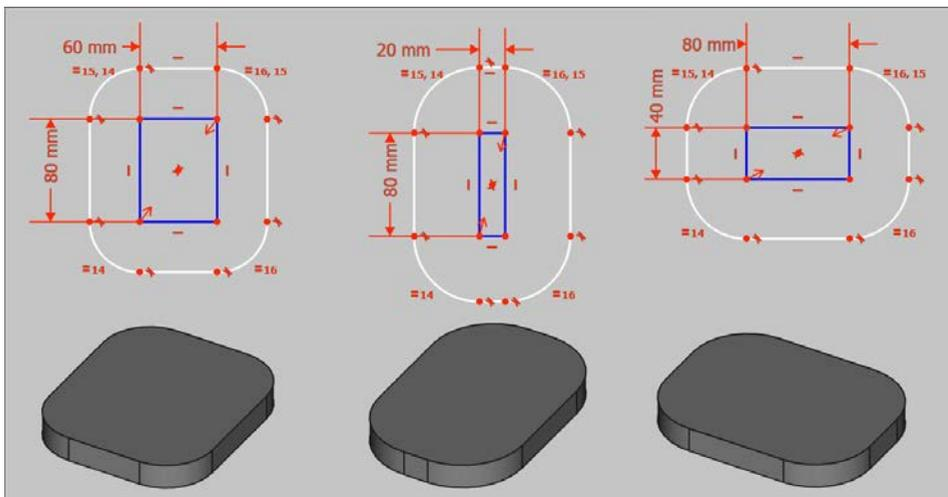

Abbildung 4.13: Skizzen mit Hilfskonstruktionen
- Umschalten der Hilfsgeometrie:** Mit diesem Werkzeug schaltet man auf das Skizzieren mit Hilfsgeometrie um. Alles, was danach skizziert wird, ist dann Hilfsgeometrie (siehe Abbildung 4.13, oben, in anderer Farbe). Wird das Werkzeug erneut gewählt, wird wieder auf die normale Skizzengeometrie umgestellt. Was versteht man unter Hilfsgeometrie? Sie ist zur Bestimmung der Skizze wichtig, wird aber nicht für weitere Modellierungswerkzeuge verwendet, also Hilfslinien, Hilfskonstruktionen usw. Wird die Hilfsgeometrie geändert, ändert sich auch die Skizze und damit modellierte Objekte. In Abbildung 4.13 oben wurden die Zentren der Bögen mit der Beschränkung *Koinzident* auf die Eckpunkte der Hilfsgeometrie – also des Rechtecks – gesetzt. Änderungen am Rechteck wirken sich auch auf das 3D-Objekt aus (siehe Abbildung 4.13, unten).